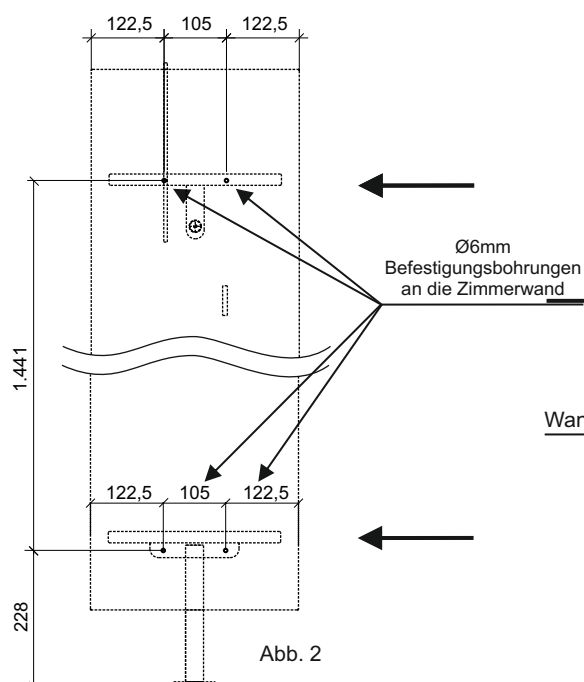

Abb. 2
- Bohren Sie entsprechend Abb. 2 $\text{\O}6\text{mm}$ Dübellöcher in die Zimmerwand.
3. Verbinden Sie den Garderobenwinkel mit dem Ablageboden. Verwenden Sie hierfür die schwarzen Senkkopfschrauben $\varnothing 3 \times 15\text{mm}$. Anschließend schrauben Sie die Garderobenstange an den Winkel. (Abb. 2)